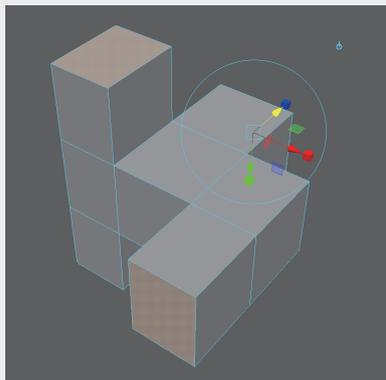

图3-48
**步骤4：**再次单击“挤压”按钮, 让结构更具有起伏感，如图3-48所示。